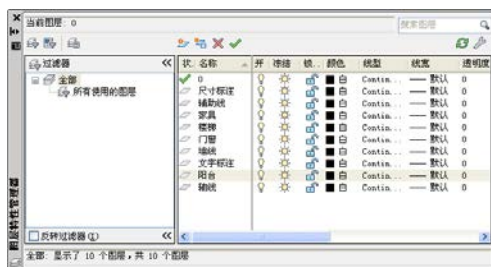

图 15.2 创建新图层
- (2) 单击“新建图层”按钮,创建各个图层,结果如图 15.2 所示。